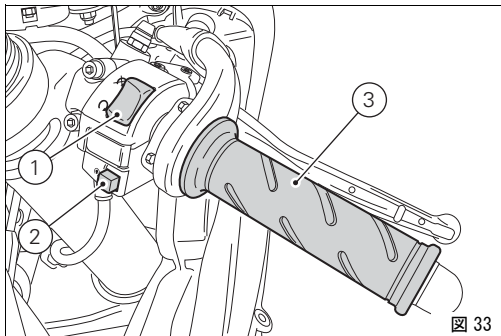

図 33
1) コードが承認されると、システムはエンジンブロックを解除します。START ボタン (2、図 33) を押すと、エンジンが始動します。
## 右側スイッチ (図 33)
## スロットルグリップ (図 33)